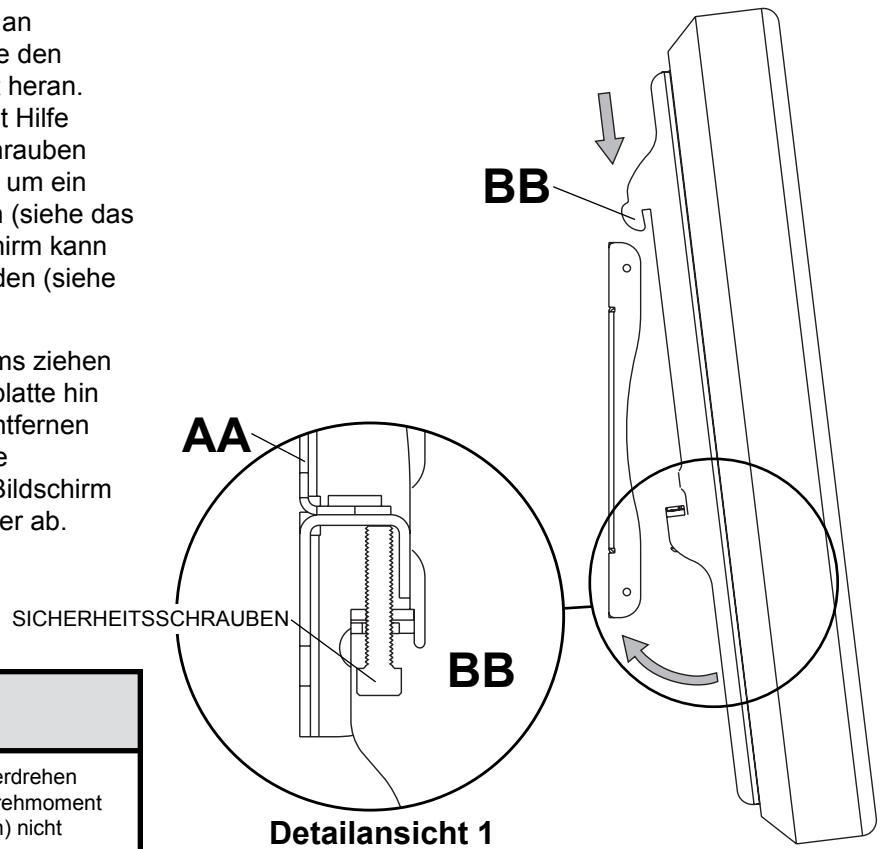

Abbildung. 3.1
- 3** Haken Sie die Adapterhalterungen (**BB**) an der Wandplatte (**AA**) ein. Schwenken Sie den Bildschirm dann langsam wie dargestellt heran. Drehen Sie die Sicherheitsschrauben mit Hilfe eines Inbusschlüssels für Sicherheitsschrauben (**FF**) mindestens sechs Mal nach rechts, um ein Entfernen des Bildschirms zu verhindern (siehe das Schnittbild in Abbildung 3.1). Der Bildschirm kann auf Wunsch horizontal ausgerichtet werden (siehe Abbildung 3,2).